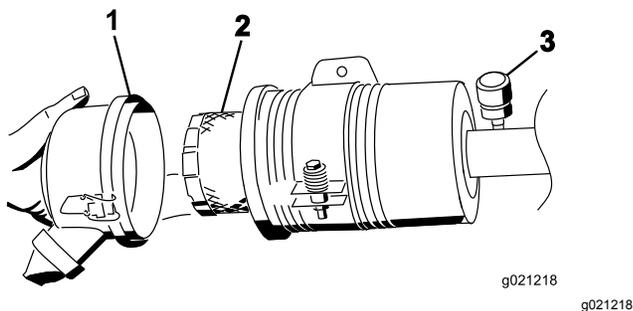

Рисунок 84
6. Снимите и замените фильтр (Рисунок 84).